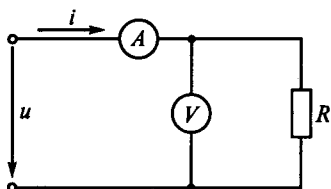

Рис. 68
**3.5.** Напряжение на зажимах цепи (рис. 68)  $u = 100 \sin 314t$ . Каковы показания амперметра и вольтметра в этой цепи, если  $R = 100$  Ом.